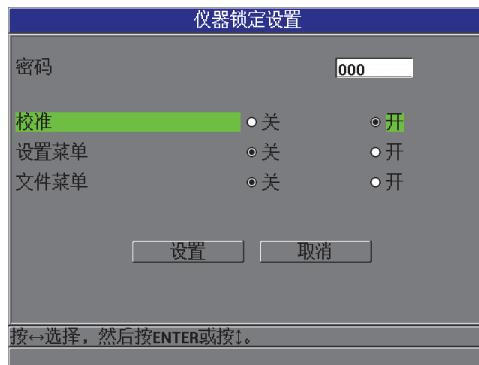

图 5-11 仪器锁定设置屏幕
2. 在**仪器锁定设置**屏幕中（参见第94页的图5-11），如果已设置了密码，则在**密码**栏区输入这个密码。然后执行以下步骤，锁定或解锁仪器的功能。